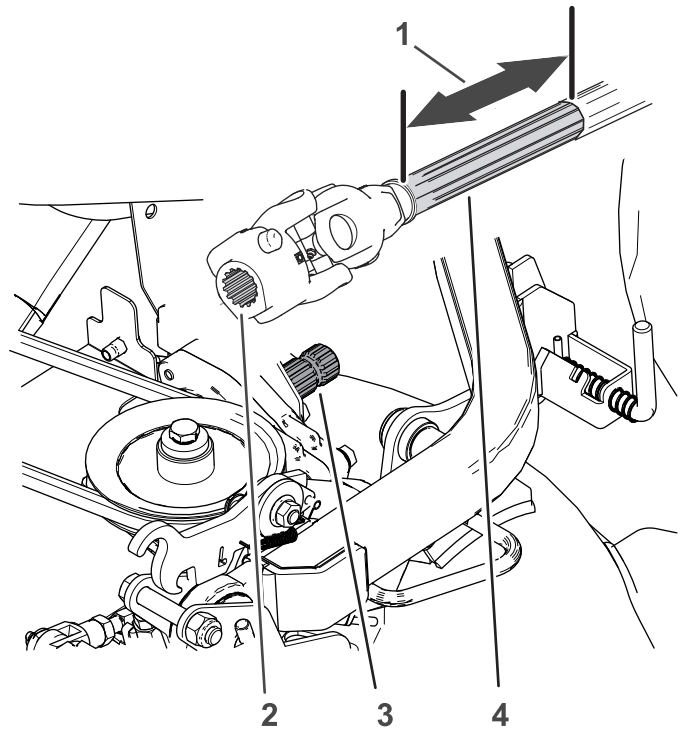

Bild 49
2. Ziehen Sie die vordere Hälfte der Antriebswelle (Bild 49) um 25 cm nach vorne.
3. Reinigen Sie die Keile der Getriebewelle und die Keile der Antriebswelle (Bild 49).
4. Reinigen Sie die Gleitoberfläche der vorderen Antriebswelle (Bild 49).
5. Tragen Sie Gleitmittel auf die Keile der Getriebewelle und der Antriebsgelenkkupplung auf (Bild 49).
6. Tragen Sie Gleitmittel auf die Gleitoberfläche der vorderen Antriebswelle auf (Bild 49).